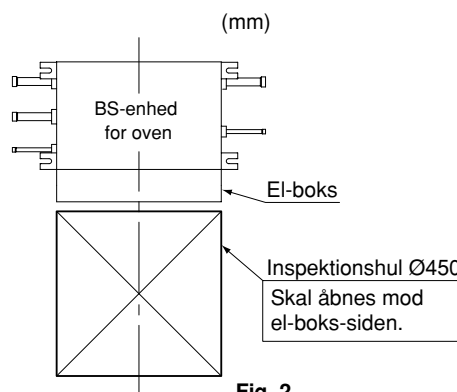

Fig. 2
- Steder, hvor der er plads til et inspektionshul (se fig. 2) ind i siden af el-boksen (se bemærkning).